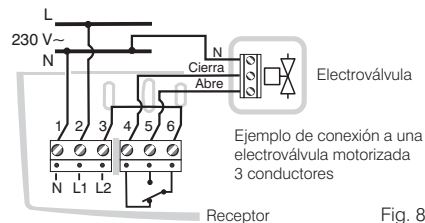

Fig. 8.i
- Mantener presionada la **tecla “—/—”** hasta oír una señal acústica y soltarla: el LED parpadea (fig. 8). El nuevo transmisor (en “Test”) está combinado con el receptor.